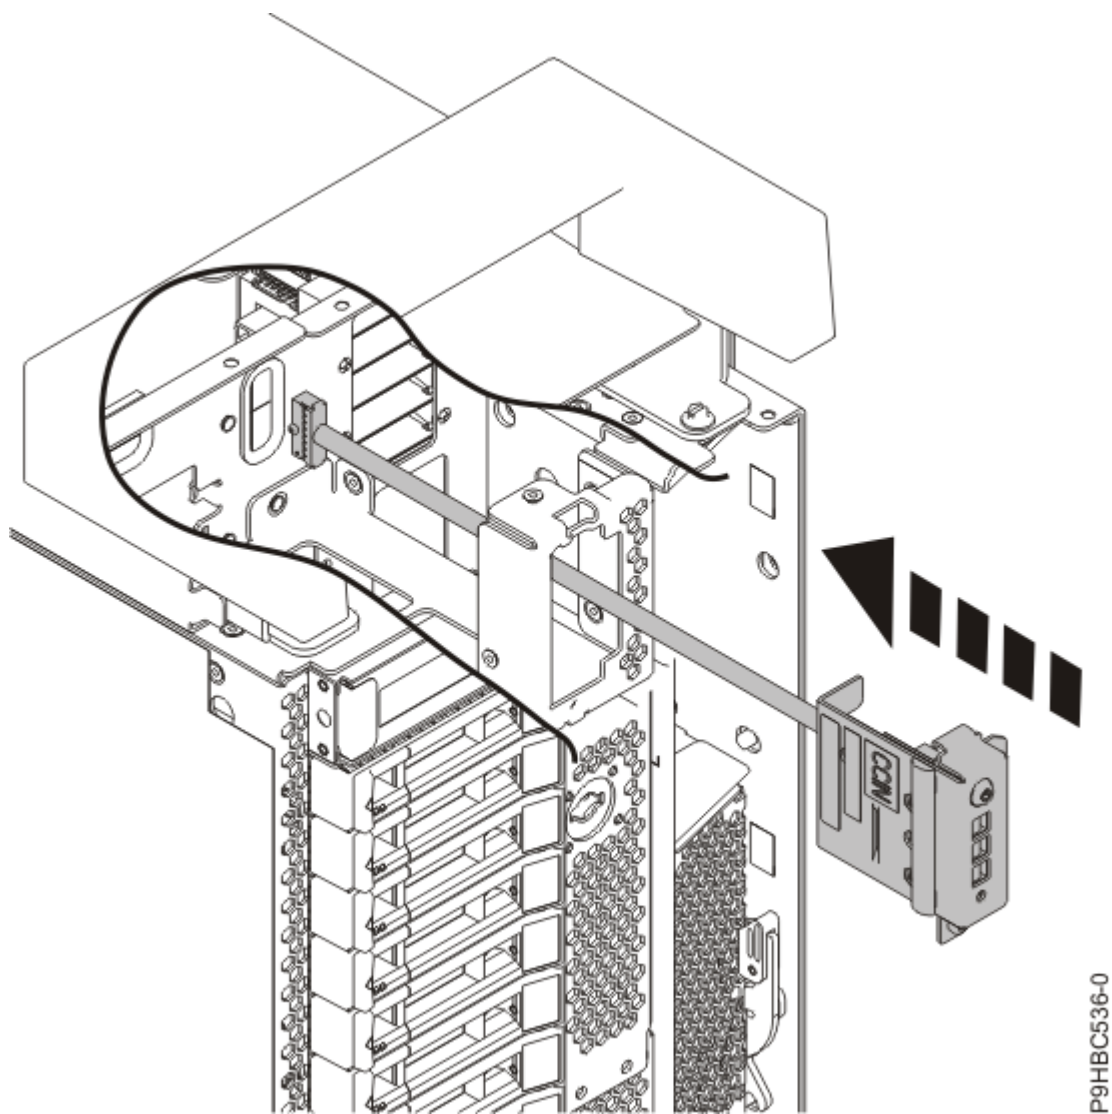
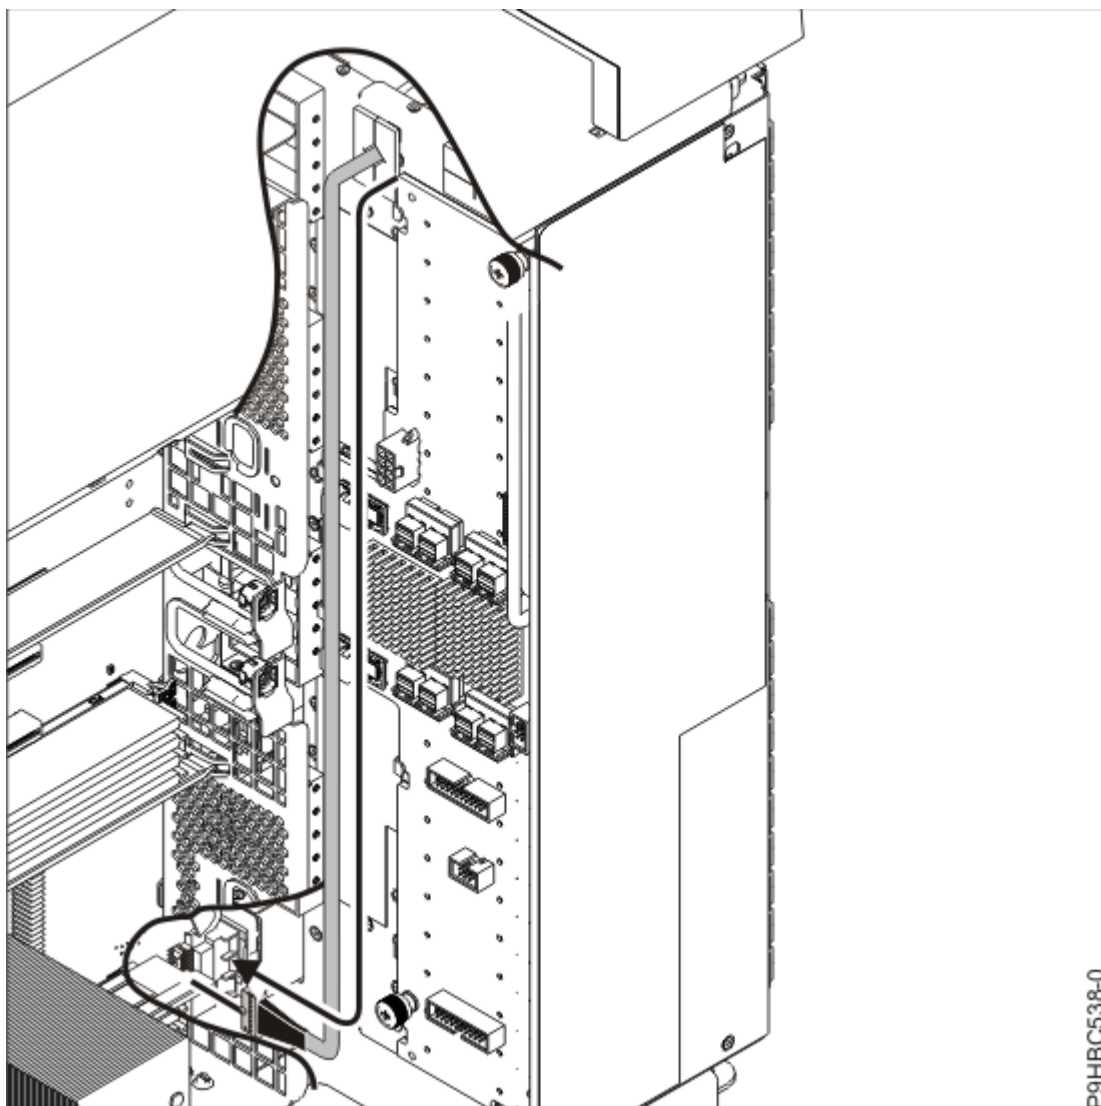

図 75. スタンドアロン・システムのコントロール・パネルおよびケーブルの挿入
図 76. スタンドアロン・システムのコントロール・パネル・ケーブルの進路
4. スタンドアロン・システムの場合、コントロール・パネルとケーブルをシステムに挿入します (79 ページの図 75 および 80 ページの図 76 を参照)。